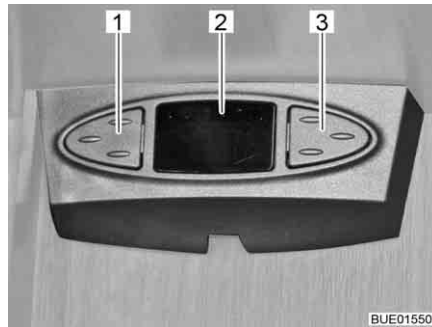

Bild 38 Sat-Maus
- Sat-Maus** Je nach Modell ist die Satellitenanlage mit einer Sat-Maus ausgestattet. Die Anzeige (Bild 38,2) der Sat-Maus zeigt den eingestellten Kanal an. Mit den beiden Tasten können die Grundfunktionen der Satellitenanlage bedient werden (Senderwechsel, Ein-/Ausschalten).
- Vorherigen Sender aus der Senderliste wählen: Linke Taste (Bild 38,1) drücken.
- Nächsten Sender aus der Senderliste wählen: Rechte Taste (Bild 38,3) drücken.
- Zwischen Radio und TV umschalten: Tasten (Bild 38,1 und Bild 38,3) gleichzeitig kurz drücken.
- Receiver ein-/ausschalten: Tasten (Bild 38,1 und Bild 38,3) gleichzeitig drücken und gedrückt halten.